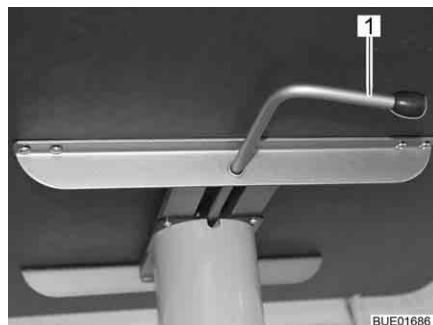
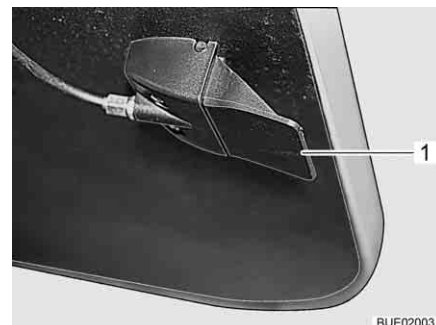

Fig. 76 Sblocco tavolo rialzabile
Fig. 77 Sblocco tavolo rialzabile (alternativo)
- Ruotare la leva di serraggio (Fig. 76,1) verso sinistra o premere la leva di sbloccaggio (Fig. 77,1). Il bloccaggio del meccanismo di sollevamento è aperto.
- Ruotare la leva di serraggio (Fig. 76,1) verso destra (Fig. 76) o rilasciare la leva di sbloccaggio (Fig. 77,1). Il meccanismo di sollevamento è bloccato.
- Ruotare la leva di serraggio (Fig. 76,1) verso sinistra. Il bloccaggio del meccanismo di sollevamento è aperto. Il piano del tavolo si sposta verso l'alto fino al fine corsa.
- Ruotare la leva di serraggio verso destra (Fig. 76). Il meccanismo di sollevamento è bloccato.